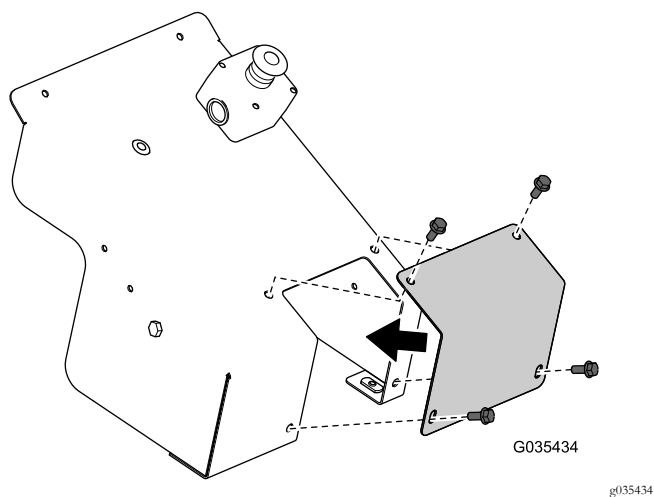

Figure 21
12. Montez le couvercle de la commande manuelle retiré précédemment à l'aide des fixations correspondantes (Figure 21).